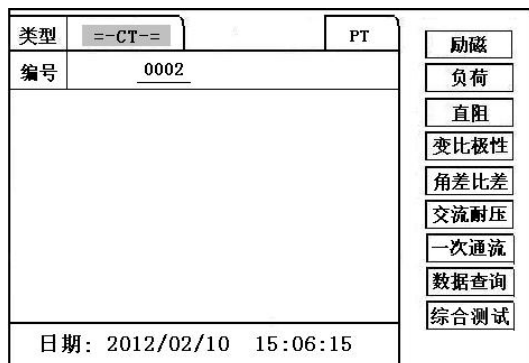
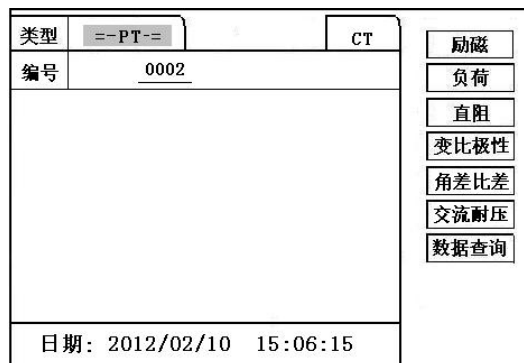

图 2, CT 主界面
图 3, PT 主界面
7.2、主菜单（见图 2）
开机之后默认进入 CT 测试，CT 测试主菜单共有“励磁”、“负荷”、“直阻”、“变比极性”、“角差比差”、“交流耐压”、“一次通流”、“数据查询”、“综合测试”、“PT” 10 种选项，可以使用旋转控制器进行选择 and 设置。如图 2 所示，当“类型”后面为带有灰色背景的 CT 时，表示当前为 CT 测试。旋转光标到“PT”并按下，则进入 PT 测试界面，如图 3。
PT 测试主菜单共有“励磁”、“负荷”、“直阻”、“变比极性”、“角差比差”、“交流耐压”、“数据查询”、“CT” 8 种选项，可以使用旋转控制器进行选择 and 设置。如图 3 所示，当“类型”后面为带有灰色背景的 PT 时表示当前为 PT 测试。旋转光标到“CT”并按下，则进入 CT 测试界面，如图 2。